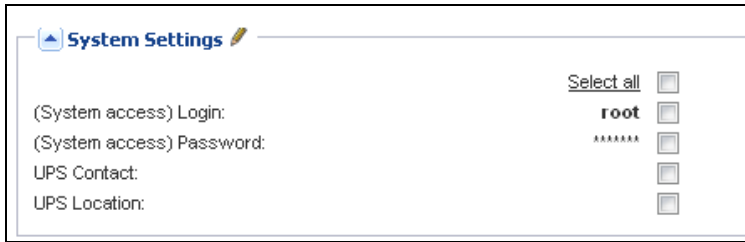

Figura 75. Pannello di configurazione del nodo
- Si dovranno configurare le credenziali del nodo nel Pannello di configurazione del nodo (vedere Figura 75).